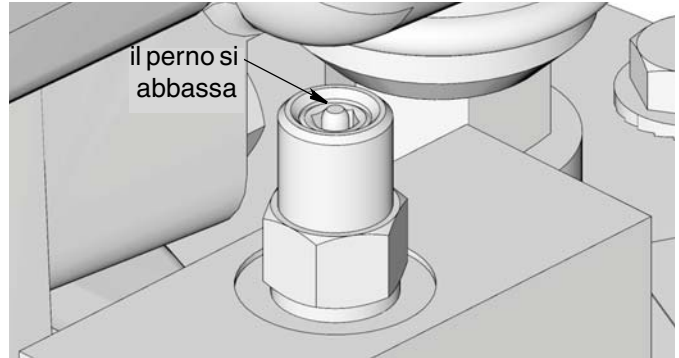

FIG. 15
Assicurarsi che il perno di intercettazione riempimento automatico (S) sia abbassato. Vedere FIG. 15, pagina 16.